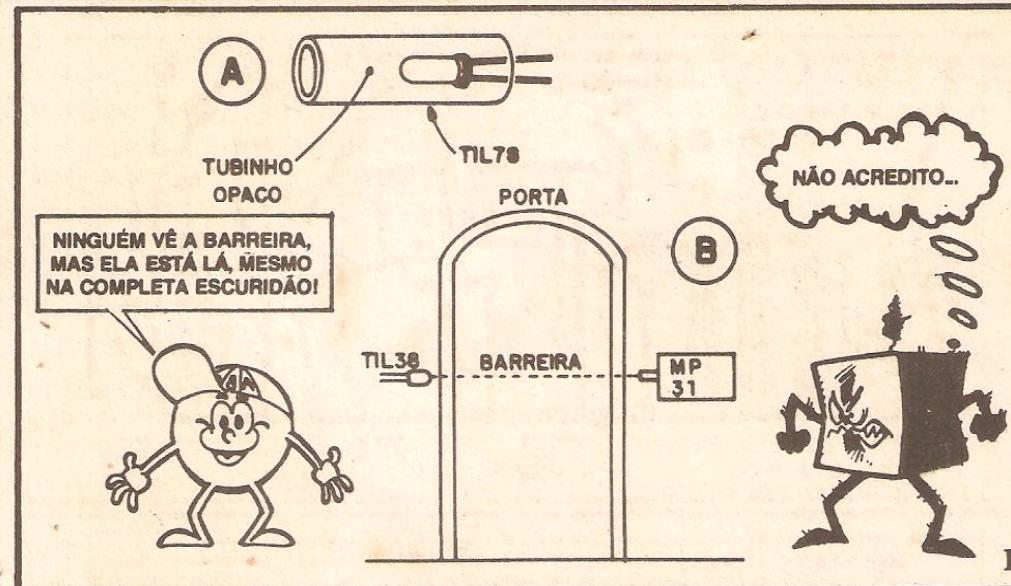

Fig. 7
**- FIG. 7 - O ESTABELECIMENTO PRÁTICO DA "BARREIRA"** - A utilização típica da MP-31 está diagramada na figura... Controlar (fiscalizar...) a passagem de pessoas por uma porta é o ponto alto da aplicação: basta posicionar o conjunto ótico formado pelo TIL38 de um lado (ligado ao circuito "mãe" por um par de fios finos, conforme já foi sugerido) e o TIL78 (agregado elétrica e mecanicamente à própria placa do circuito) do outro, alinhando bem o conjunto (ver fig. 7-B). Para que haja boa direcionalidade no alinhamento e na sensibilidade quanto ao feixe, convém entubar o foto-receptor TIL78 (ver 7-A), bastando para isso embutir o componente num